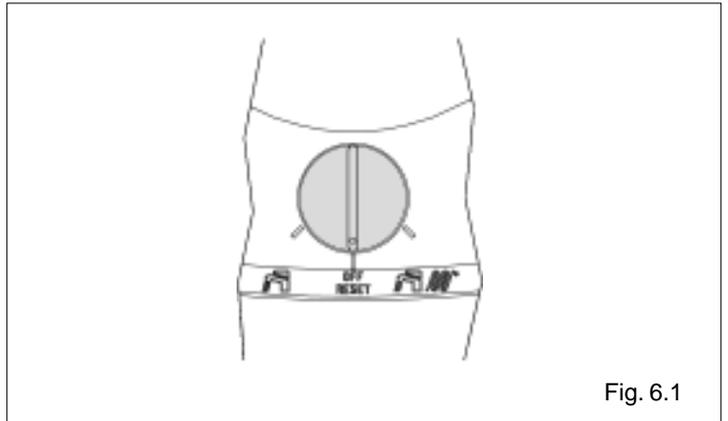

Fig. 6.1
- poner el selector de función en OFF/RESET (fig. 6.1).